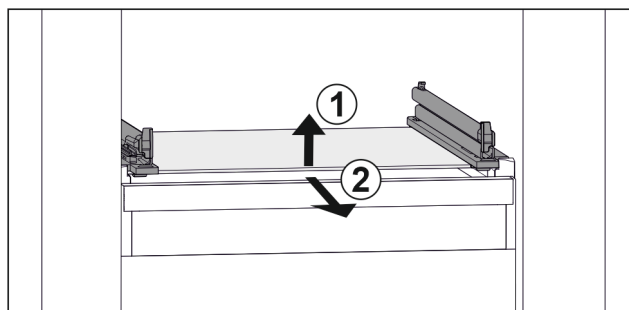

Fig. 26 Primjerni prikaz staklene ploče
- ▶ Staklenu ploču podignite sprijeda. Fig. 26 (1)
- ▶ Izvadite staklenu ploču prema naprijed. Fig. 26 (2)